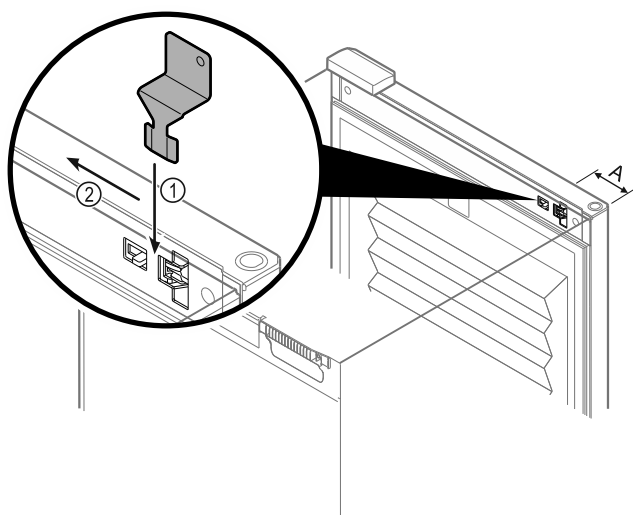

Fig. 106
- ▶ Anbring nødoplåsningssnøglen på det krævede sted Fig. 106 (A) \approx 100 mm.
- ▶ Sæt nødoplåsningssnøglen ind mellem døren og apparatets korpus fra oven indtil anslag Fig. 106 (1).
- ▶ Træk nødoplåsningssnøglen mod hængselsiden Fig. 106 (2).